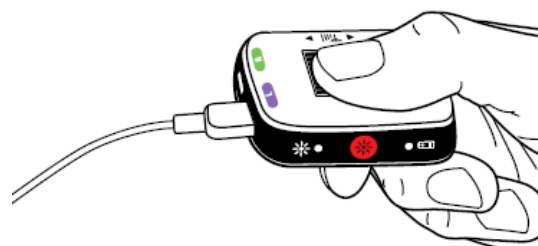

Figura 4. Conexión del cable de estimulación intraoperatoria al ETS 3
2. Conecte el extremo proximal de la extensión del cable de estimulación intraoperatoria al puerto ETS 3 con la etiqueta "L" al mismo tiempo que mantiene el extremo distal del cable de estimulación intraoperatoria dentro del campo estéril (Figura 4).